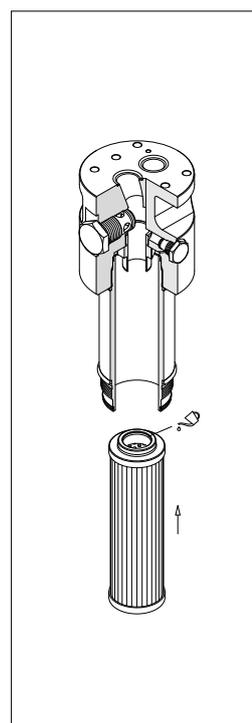

fig. 29
- (Fig. 29) Lubrificare con il fluido di lavoro l'O-ring dell'elemento filtrante, quindi calzare l'elemento filtrante sul codolo.